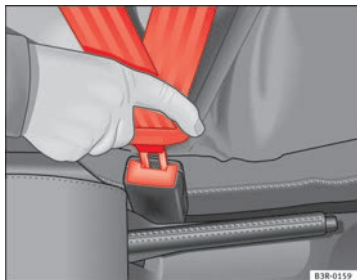

Abb. 11 Gurtschloss und Schlosszunge des Sicherheitsgurtes
- Stecken Sie die Schlosszunge in das zum Sitz gehörende Gurtschloss, bis es einrastet ⇒ Abb. 11.